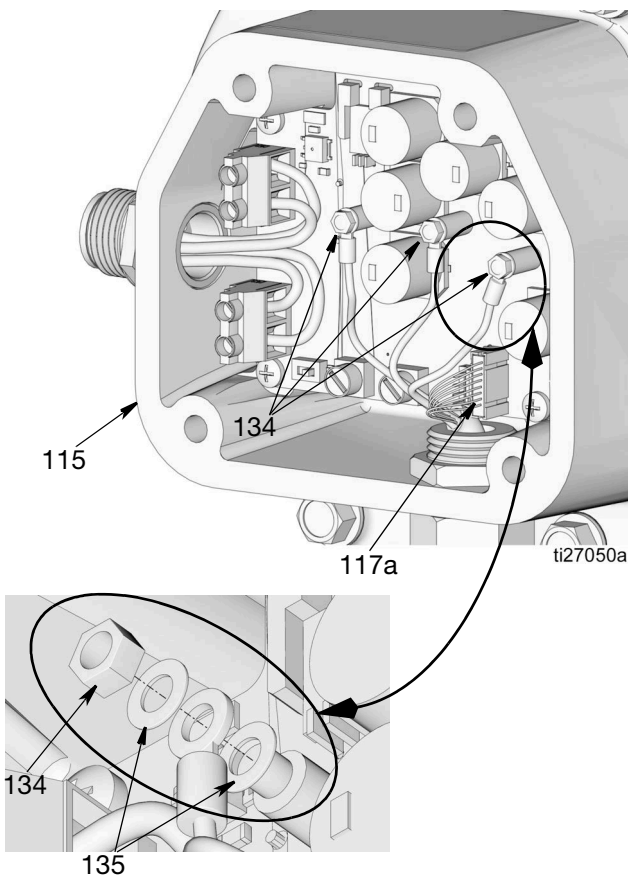

图 56
- 拆下螺母 (134), 如图 56 所示。从端子上拆下垫圈 (135) 和电机接线。妥善保管这些零配件, 以备重新组装。
- 从电机控制板断开传感器电缆 (117a) 连接 (图 56)。